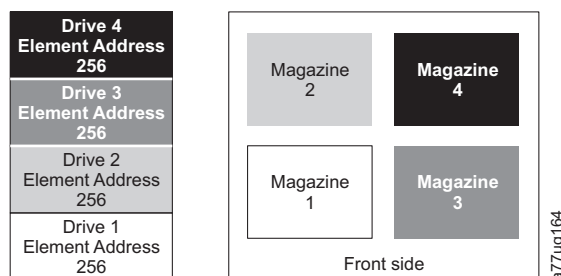

图 164. 四分区系统的配置
- 逻辑磁带库 1：插槽 1 至 23 4096 (0x1000) 至 4118 (0x1016) 如第 205 页的图 164 中所示
当配置为四个逻辑分区时，元素地址分配如下所示：DTE 分配如图 164 中所示。